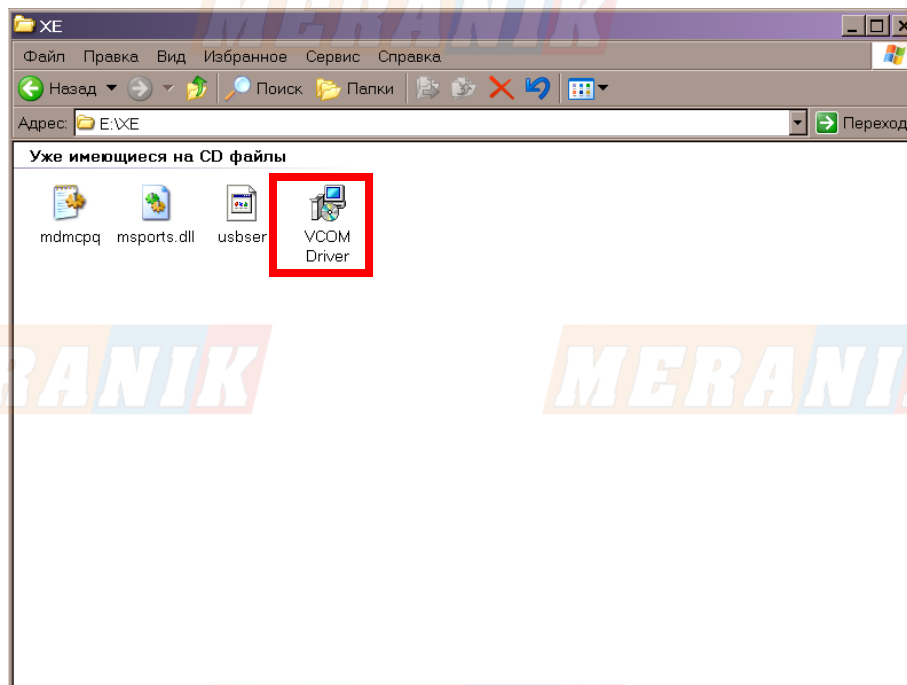

Рисунок 9.1 - Содержание компакт-диска
- ☐ После загрузки диска в дисковод ПК откройте в корневой директории папку «XE» и запустите файл «VCOM Driver» (см. Рис.9.1).